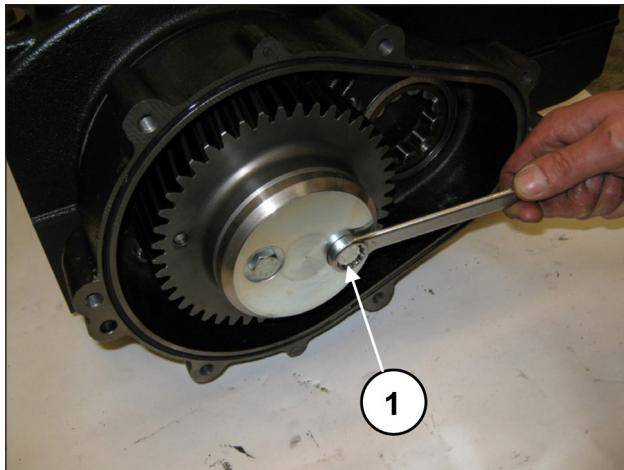

图 12
拧松固定冠齿轮止动件（位置①，图 12）的螺栓并将之拆除（位置①，图 13）。